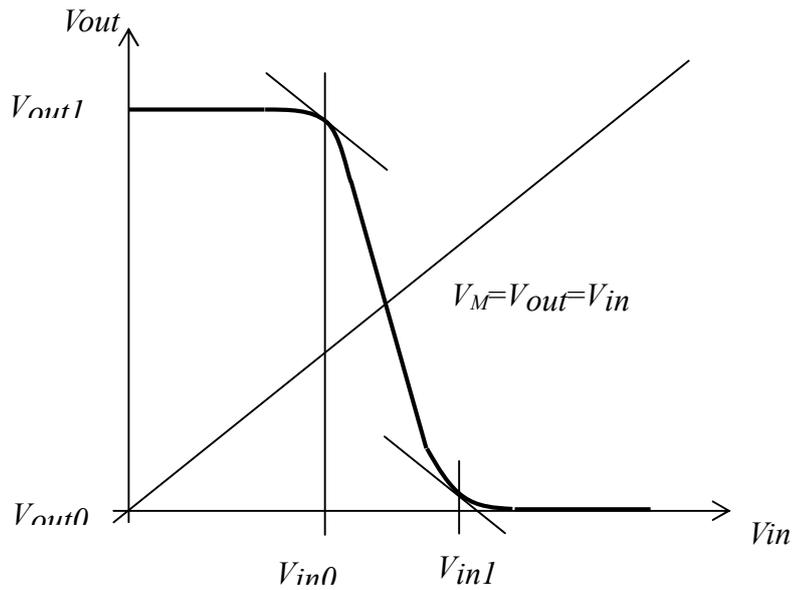

Figura 3
A Figura 3 mostra os valores  $V_{in0}$ ,  $V_{in1}$ ,  $V_{out0}$  e  $V_{out1}$ . Quanto maior o ganho do inversor na região 3 (idealmente o ganho é infinito e a curva nesta região é vertical), mais próximos serão os valores de  $V_{in0}$  e  $V_{in1}$ , maximizando-se consequentemente as margens de ruído MR0 e MR1.
Outro parâmetro importante da curva da Figura 3 é a tensão de limiar lógica  $V_M$ , correspondendo o valor de  $V_{in} = V_{out}$  na curva, ou seja ao valor de equilíbrio das tensões de entrada e saída para estágios inversores encadeados. Este valor depende do projeto (de acordo com a eq. 3 acima) e é, em geral, desejável que  $V_M = V_{DD}/2$ , o que leva a margens de ruído equilibradas.
- g) Indique também na curva os valores de  $V_{out1}$ ,  $V_{out0}$  (ver a Figura 3 - teoria).
- h) Trace sobre a curva, as linhas de declividade -1 e indique no gráfico os valores de  $V_{in1}$ ,  $V_{in0}$  (ver a Figura 3 - teoria).